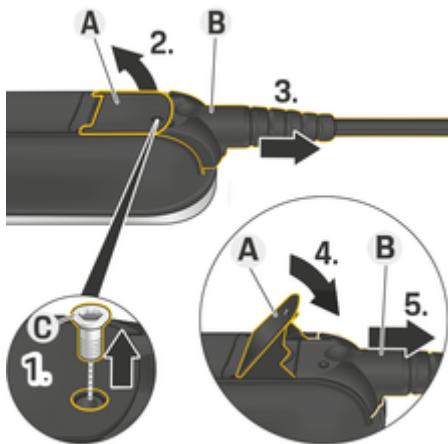

Fig. 48 Extracción del cable
- 1. Suelte el tornillo **C** (Fig. 48) con la herramienta adecuada.
- 2. Levante la palanca **A** (Fig. 48).
- 3. Extraiga el enchufe **B** (Fig. 48) hasta que note la primera resistencia.